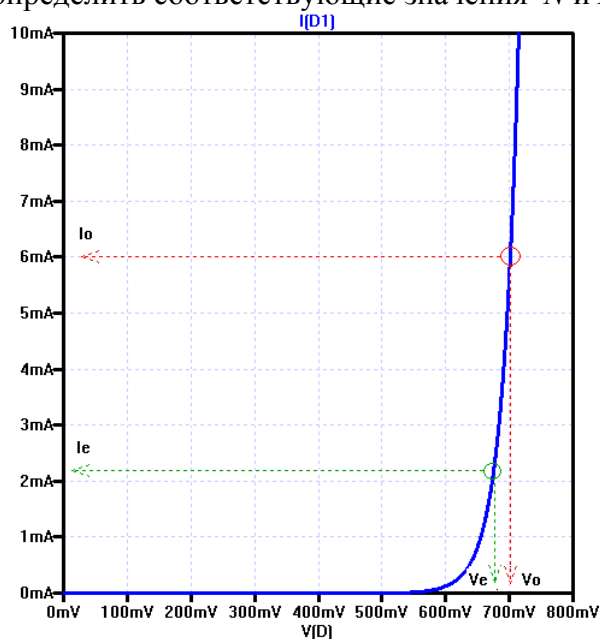

Рис.1. Вольтамперная характеристика идеального диода
Определив на вольтамперной характеристике диода пару точек  $I_0, V_0$  и  $I_e, V_e$  можно определить соответствующие значения  $N$  и  $I_S$  (рис.1).
**Пример** (по рис.1):